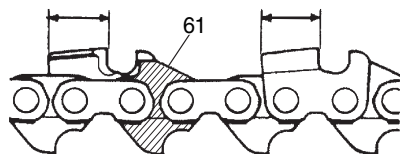

Fig. 47
- 5) Conservez la même longueur à tous les maillons-gouge. (Fig. 47)
Ne modifiez pas les dessus des liens du moteur de butoir (61). (Fig. 47).